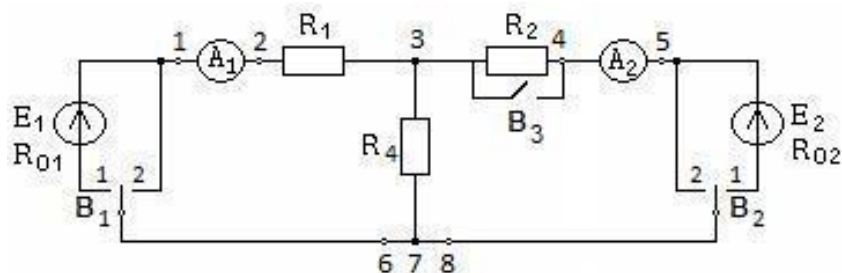

Рис. 1.1
2. Собрать электрическую цепь по схеме рис. 1.1.
4. Для внешнего контура схемы (рис. 1.1), используя результаты табл. 1.3, построить потенциальную диаграмму.
5. Исключая из схемы (рис. 1.1) посредством тумблеров поочередно источники E_2 и E_1 , измерить частичные токи через резисторы R_1 и R_2 , обратить внимание на направления токов. Определить токи I_1 и I_2 при действии в цепи обоих источников питания.